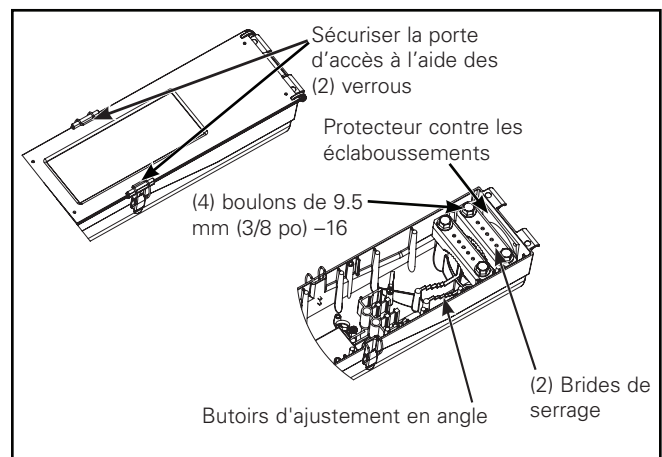
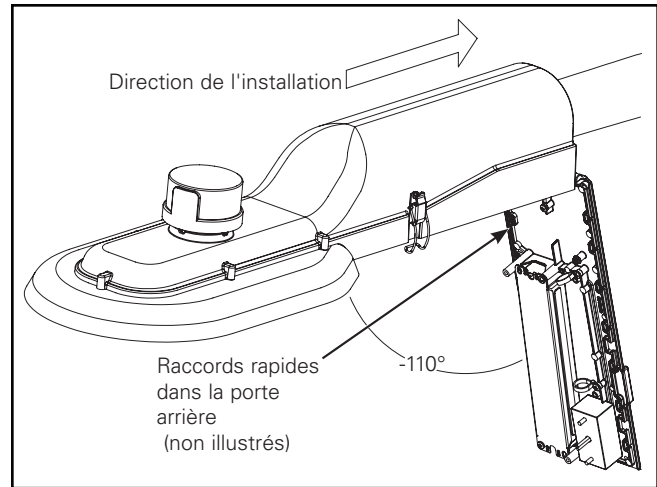

Figure 3.
Figure 4.
**Remarque:** Si un cordon optionnel est fourni, la porte ne doit pas être enlevée. (Figure 3.)
3. Avec la douille de 14 mm (9/16 po), desserrez suffisamment les quatre boulons de montage de la bride de serrage pour permettre le glissement du bras de montage (non fourni) sur les échelons de mise à niveau. (Figure 3.)
4. Soulevez le boîtier pour le mettre en place et positionnez l'extrémité du bras de montage sur les échelons de mise à niveau jusqu'à ce que le boîtier soit à niveau. Positionnez prudemment le bras pour éviter de frapper accidentellement les composants internes. (Figure 3. et Figure 4.)